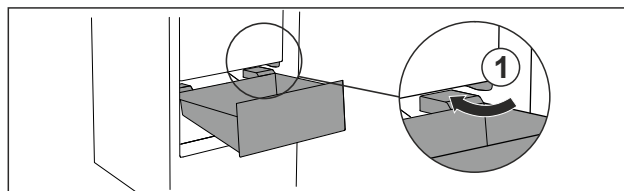

Fig. 65
- ▶ Umetnite ladicu koso oko zaustavljača Fig. 65 (1).